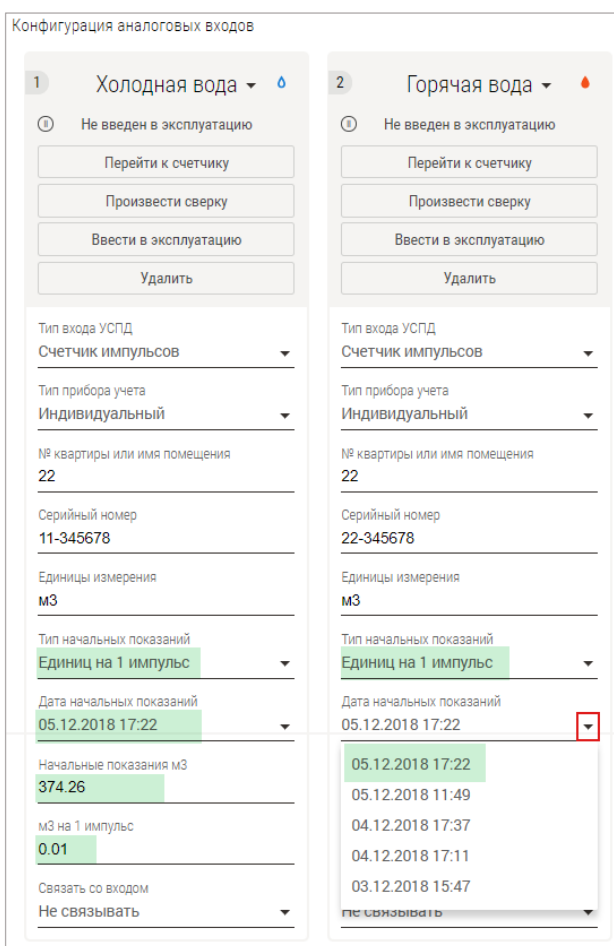

Рис. 32. Ввод начальных показаний.
3. В строке **Тип начальных показаний** укажите тип измерения импульсов для вашего счетчика (Рис. 32):
5. В строке **Дата начальных показаний** выберите из выпадающего списка дату и время последнего нажатия кнопки (записи показаний счётчика) (Рис. 32).